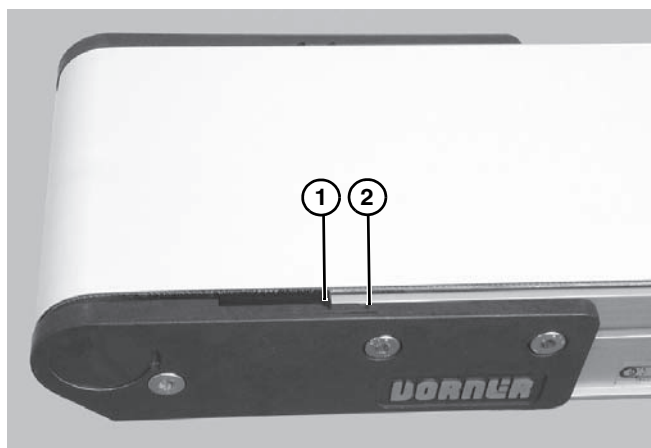

Figure 26
2. Kopfplattenbausatz so justieren, dass das Ende des Rahmens des Förderers mit oder zwischen den Kopfplatten-Spannungsmarkierungen (**Figure 26, item 1 und 2**) ausgerichtet ist. Gurt austauschen, falls während der Ausrichtung des Rahmens des Förderers mit oder zwischen den Spannungsmarkierungen keine angemessene Spannung erreichbar ist. Siehe HINWEIS.